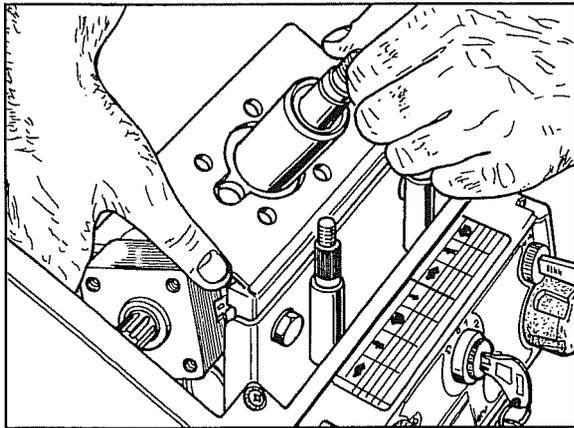

Fig. 62
3. Empujar los tubos bajo la dirección hidrostática, luego extraerla de lado como se ve en la fig. 62.